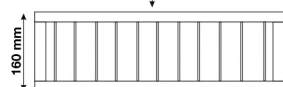

Afb. 1
Monteer met het meegeleverde montagemateriaal (4 bouten M10x25, 4 ringen, 4 zelfborgende moeren) de snelkoppeling op de mand van de trekhaak-drager. (zie pagina 8, afb. 1).
- Trek de borgpen (A) eruit en draai deze een 1/4 slag (zie afb. 1).